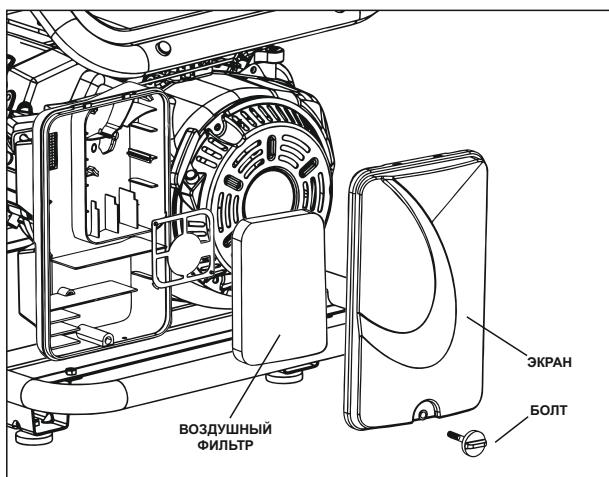

Рисунок 8 – Воздушный фильтр
Двигатель не будет работать на полную мощность, если воздушный фильтр будет поврежден или забит мусором. Прочищайте фильтр каждые 200 часов или раз в год (Рис.8). Прочищайте чаще либо меняйте фильтр, если работа ведется в сильно запыленных условиях.
- Снимите защитный экран воздушного фильтра и вытащите фильтр (Рис. 8).